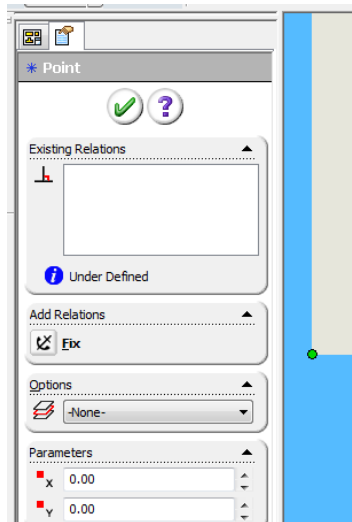

Рис. 8.2.5. Розміщення точки та фіксація її положення
5. Запустіть інструмент **ТОЧКА(Point)** і розмістіть точку у початку координат, в т.Х=0, Y=0. Зафіксуйте її (рис. 8.2.5).